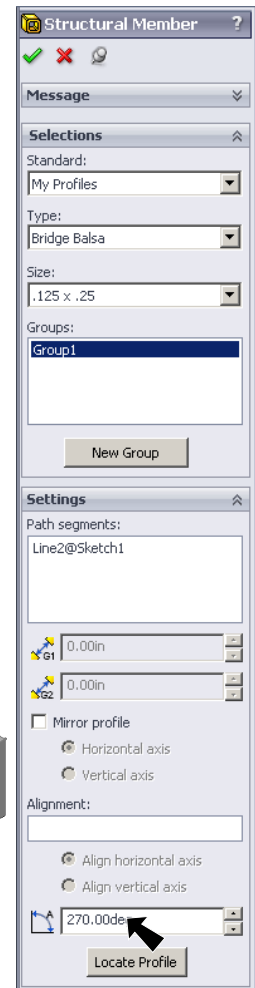

Fig. 18
Step 2. Rotation angle  270°, Fig. 18